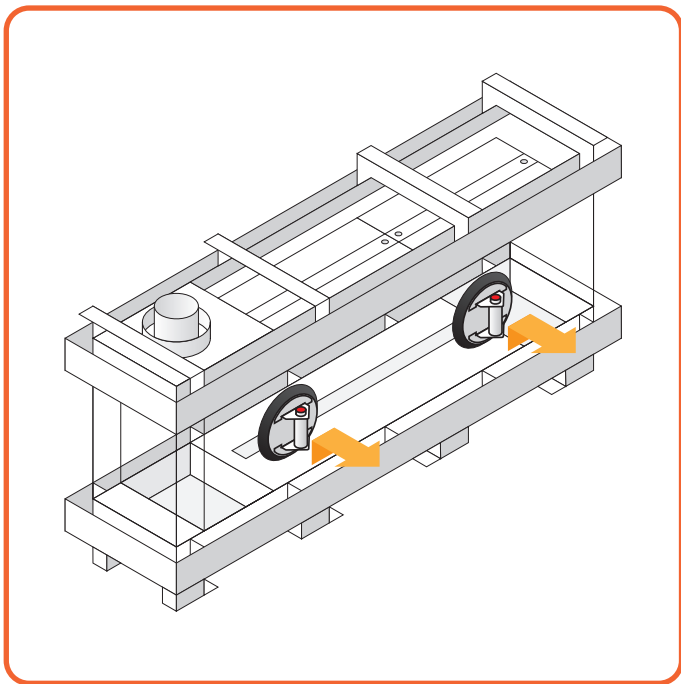

Figura 10.18 - Estrazione del vetro laterale lungo
- Sollevare leggermente il vetro e inclinarlo facendolo passare attraverso l'apertura. (**Figura 10.18 e 10.19**)